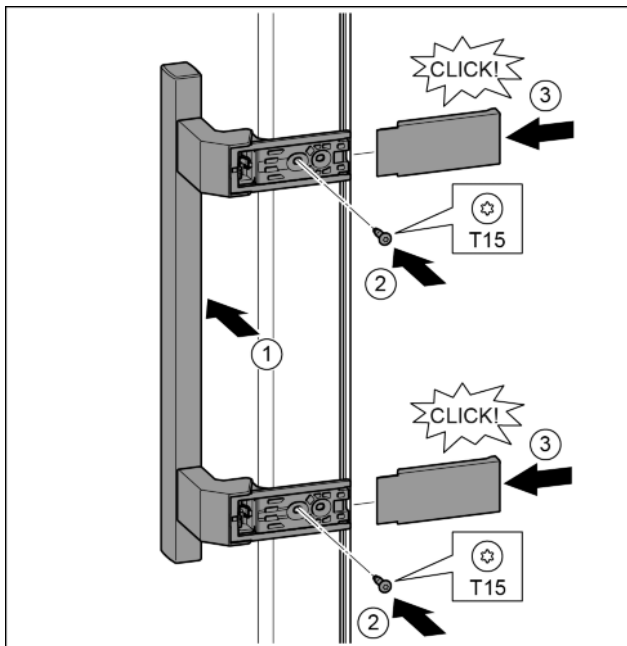

Fig. 22
- A fogantyút az ellenkező oldalon helyezze fel. Fig. 22 (1)
- Húzza meg a csavarokat a T15 csavarhúzóval. Fig. 22 (2)
- A fedeleket helyezze fel oldalra és tolja fel. Fig. 22 (3)